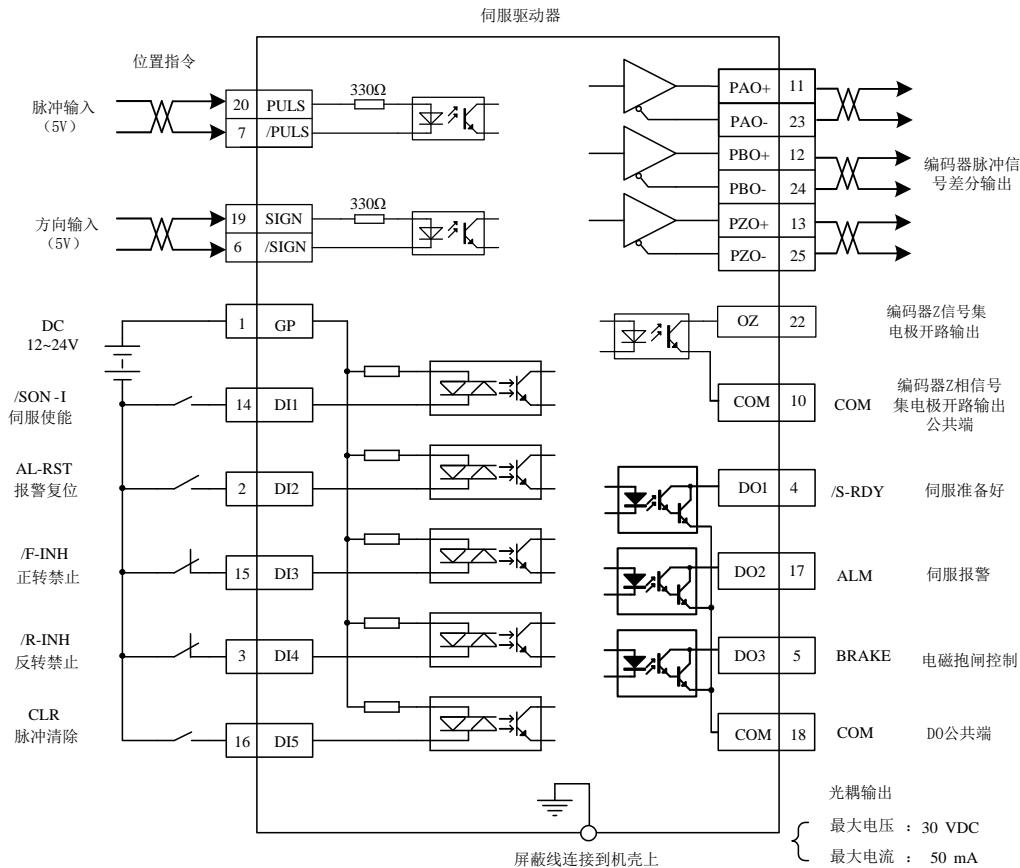
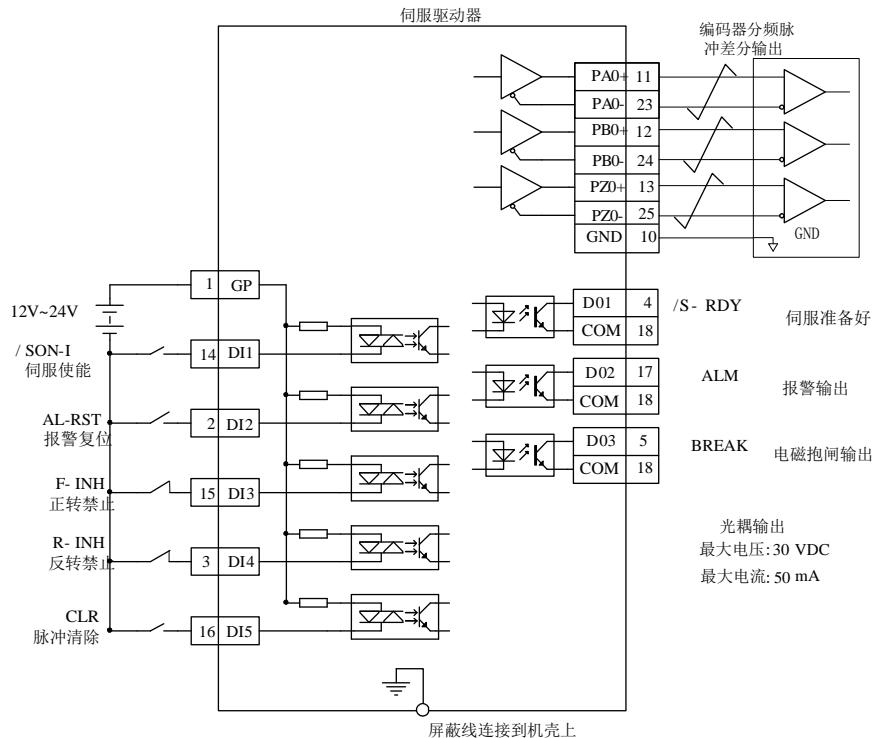

图 6.4.2 外部位置脉冲模式典型接线图
图 6.4.5 内部寄存器位置典型接线图
- ★ 参考图 6.4.2 或图 6.4.5 的配线说明，进行 DI/D0 信号的连线；